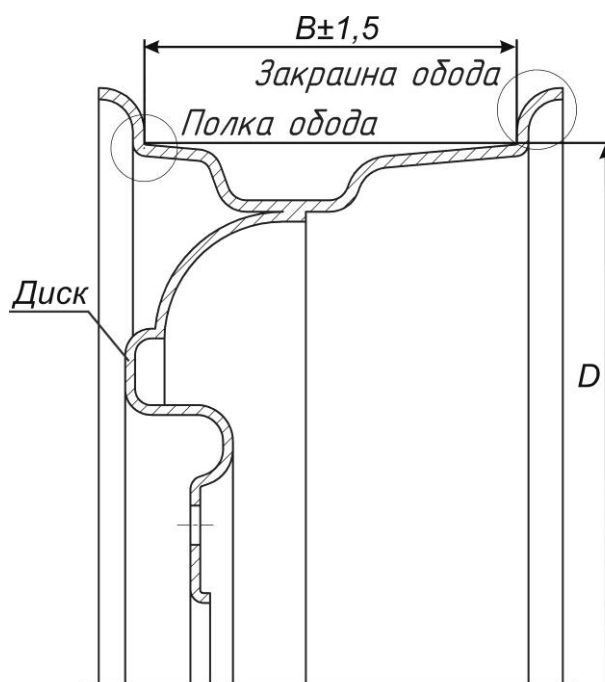

Рисунок 1. Поверхности обода, подлежащие реставрации
Стенд для реставрации ободьев автомобильных колес модель “Титан ST/17”, далее по тексту «стенд», предназначен для реставрации деформированных закраин и полок ободьев колес легковых автомобилей шириной 4...6,5 дюймов и диаметром 12...16 дюймов (см. рисунок 1). Закраины и полки обода реставрируются с помощью дископравного устройства, описанного в разделе 4 настоящего руководства по эксплуатации.
**ВНИМАНИЕ!** Диск колеса см. рис.1 реставрации не подлежит.